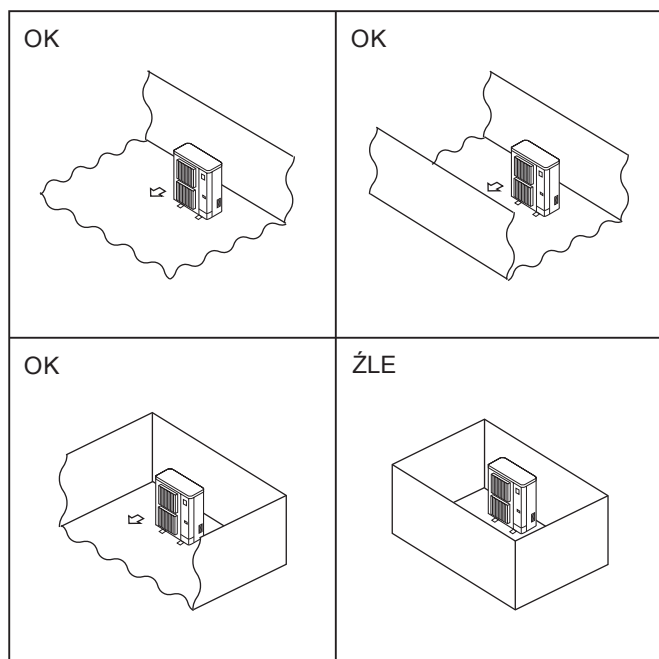

Fig. 2-1
- ⊙ Jednostki zewnętrzne należy instalować w miejscach, które są otwarte z co najmniej jednej z czterech stron i oferują dostatecznie dużą powierzchnię bez zagłębień. (Fig. 2-1).